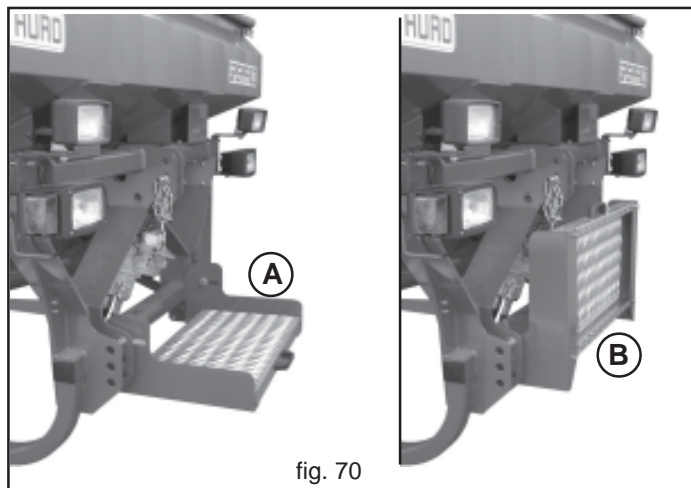

fig. 70
Dans le cas de chargement manuel, utiliser le marchepied (A, Fig. 70) pour accéder à la trémie de l'équipement.
Replier toujours le marchepied comme indiqué à la Figure 70 (B) aussi bien pendant le travail que pendant le transport sur route.